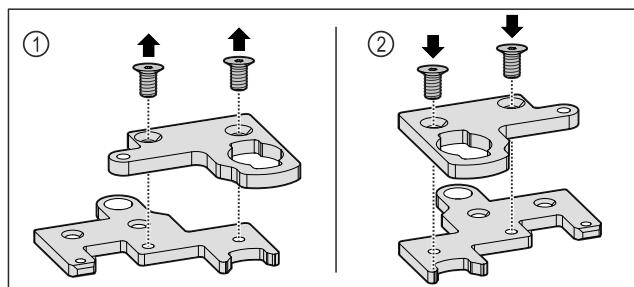

Fig. 27
- Desmontar el ángulo de bisagra de dos piezas. Fig. 27 (1)
- Volver a montar el ángulo de bisagra de dos piezas girado 180° (180°). Fig. 27 (2)